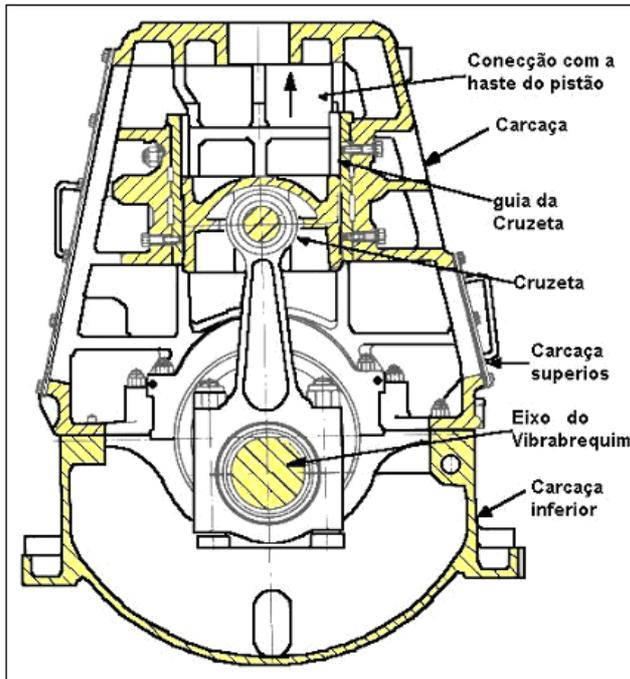

Figura 75 - Bomba Alternativa Vertical
b) Vertical: A linha central axial do cilindro é vertical. Figura 75.